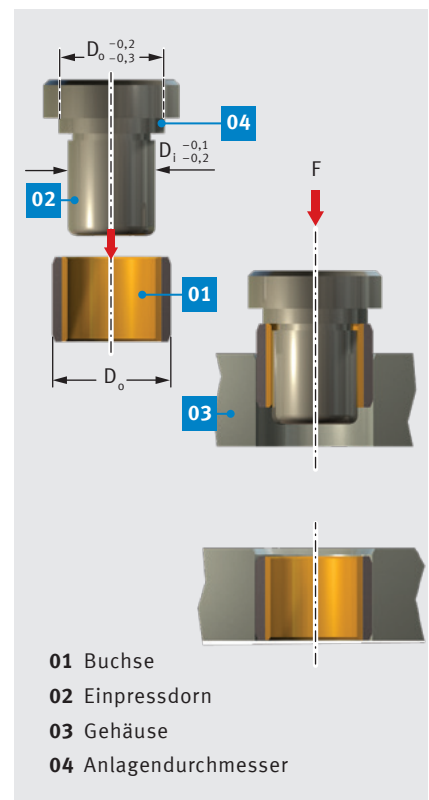

Abb. 52: Versenkt einpressen  $D_o \leq 55$  mm
- versenktes Einpressen mit Dorn ohne Hilfsring gemäß Abb. 52.